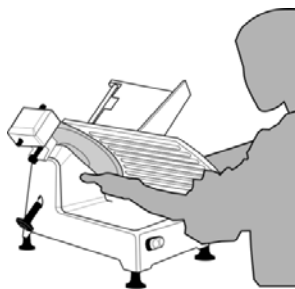

FIG 6. POSICIÓN DE TRABAJO
- 5.- Encienda el equipo presionando el interruptor (14), la luz piloto se encenderá avisando que el equipo está operando.
- 6.- Tome la posición correcta de trabajo a un lado de la rebanadora (Fig. 6), y ahora Ud. ya puede comenzar a rebanar el producto; La plancha cuenta con un ángulo de 45° lo cuál facilita el deslizamiento del producto reduciendo el esfuerzo al operar. Mantenga siempre el disco afilado (5)
7.- Al finalizar, siempre apague (14) y desconecte el equipo. Como medida extra de seguridad, ajuste el recorrido de la plancha (6) al mismo nivel que el disco de tal forma que cubra el filo del mismo y así prevenir algún incidente.
- 8.- Coloque el pisón (9) en su posición original por debajo del carro (3).